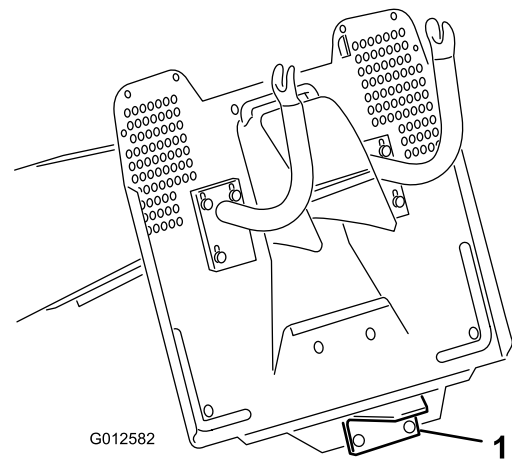

Figura 19
2. Instale el accesorio en el enganche de remolque situado en la parte inferior trasera de la máquina (Figura 19).